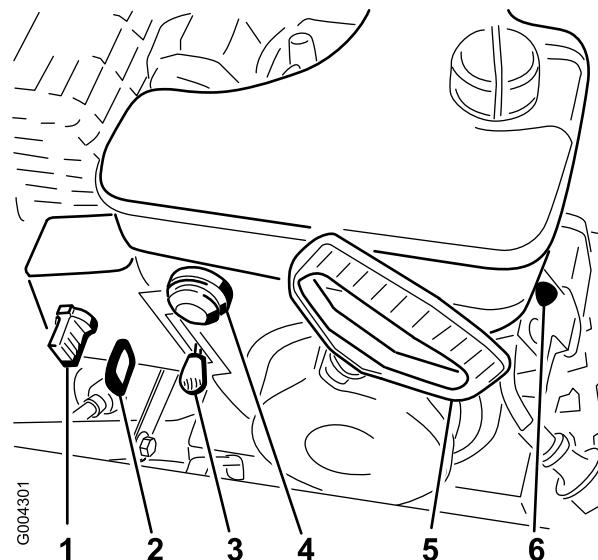

Bild 14
2. Ziehen Sie den Zündschlüssel ab (Bild 14).
3. Ziehen Sie das Choke-Handrad ab (Bild 14).
- Stellen Sie den Gasbedienungshebel auf „Schnell“ (Bild 14).
- Drehen Sie den Choke auf die Ein-Stellung (Bild 14).
- Stecken Sie den Zündschlüssel ein (Bild 14).
- Decken Sie das Loch in der Mitte der Kaltstarthilfe (Bild 14) mit dem Daumen ab und drücken Sie diese drei Mal langsam ein, wobei Sie jedes Mal einen Moment warten.
- Ergreifen Sie den Rücklaufstartergriff (Bild 14) und ziehen Sie ihn langsam heraus, bis ein Widerstand zu
- Sobald der Motor anspringt, drehen Sie den Choke (Bild 14) sofort in die 3/4-Position. Wenn sich der Motor erwärmt, drehen Sie den Choke in die 1/2-Stellung. Wenn der Motor warm gelaufen ist, drehen Sie den Choke in die Aus-Stellung.